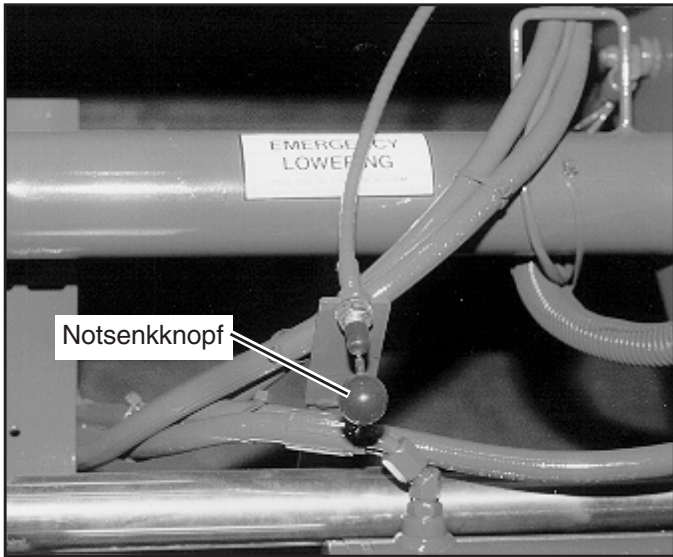

Abbildung 4: Notsenkknopf
Der Notsenkknopf “EMERGENCY LOWERING” befindet sich vorn an der Maschine, und zwar am Fuß des Scherengestells (Abbildung 4).
- Das Fahrwerk-Notsenkventil "EMERGENCY LOWERING" (Abbildung 4) durch Herausziehen und Halten des Knopfes öffnen, um die einwandfreie Funktion des Ventils zu prüfen. Ventil nach völligem Absenken der Arbeitsbühne durch Loslassen des Knopfes schließen.